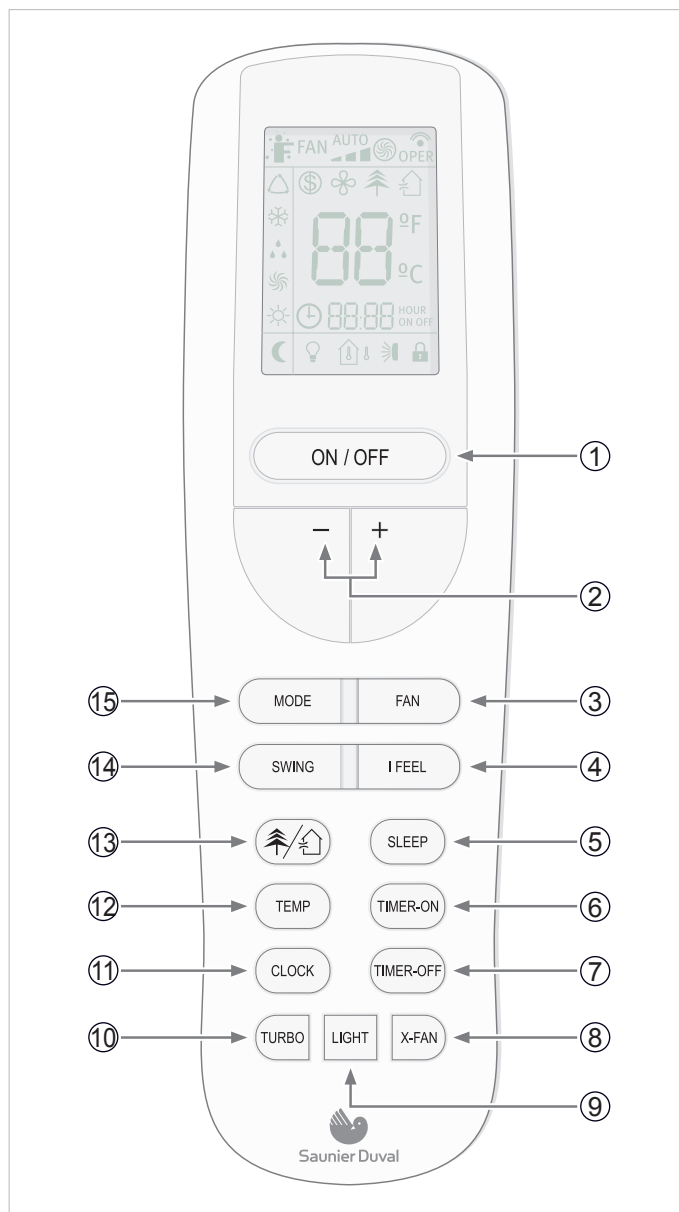

Abb. 7.1 Übersicht der Tasten.
- Drücken Sie die ON/OFF-Taste (siehe Abbildung 7.1), um sicherzustellen, dass die Batterien korrekt eingelegt wurden.